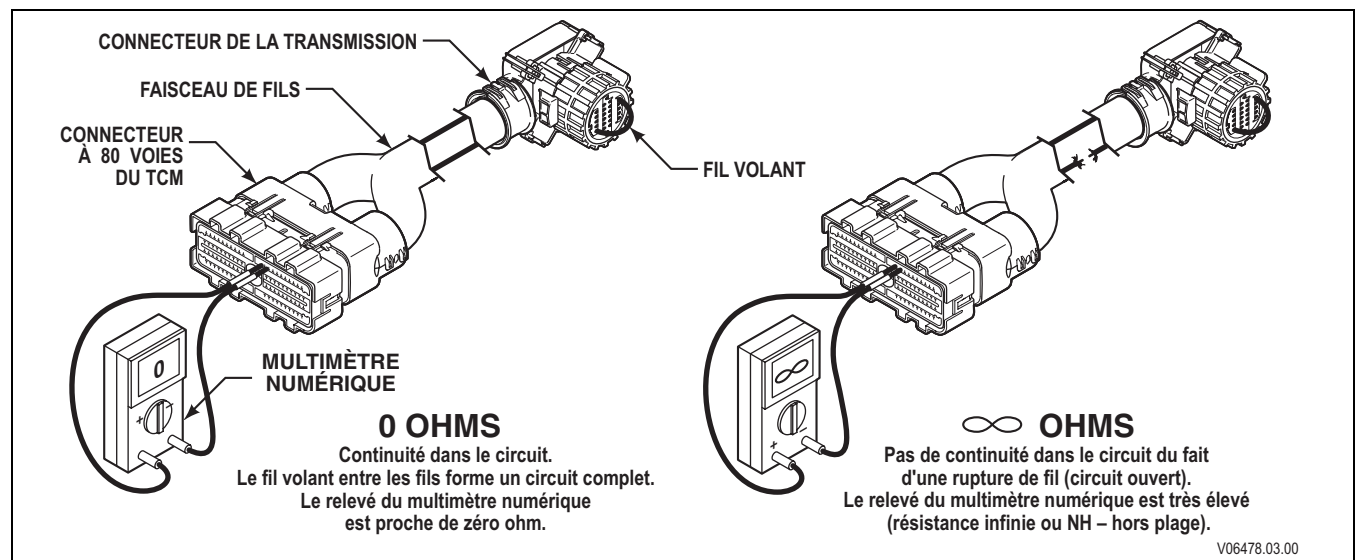

Figure 4-1. Contrôle de la continuité (faisceau externe)
- a. Vérifiez la continuité des fils 111 et 155 en procédant comme suit (Figure 4-1) :
- (1) Débranchez le connecteur à 80 voies du TCM puis le faisceau du connecteur principal de la transmission. En utilisant le jeu de fils volants J 39197-A et les sondes de connecteur de J 39775-CP, connectez les broches 14 et 15 entre elles à une extrémité du faisceau, en prenant garde à ne pas tordre les bornes. La connexion des fils 111 et 155 à l'aide de fils volants crée un circuit entre eux.